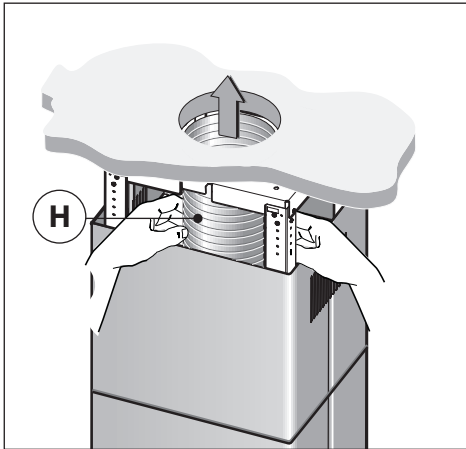

Fig.10
- **Udsugende version:** Fastgør flexslangen til luftudtagshullet (Fig.10).